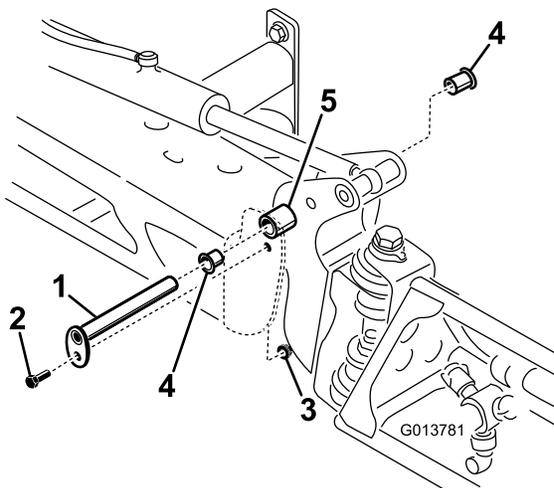

Figura 66
3. Quando il peso della barra è supportato, toglie il bullone e il dado che fissano il perno di articolazione nel gruppo barra (Figura 66).
4. Togliete il perno di articolazione (Figura 66).
6. Togliete le boccole di nylon dal lato frontale e posteriore della staffa orientabile e controllatele (Figura 66).
8. Montate la barra e la staffa orientabile nel telaio centrale, allineando i fori (Figura 66).